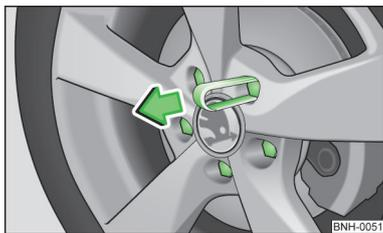

Fig. 108
- Faites glisser l'agrafe en plastique sur le capuchon jusqu'à ce que les crans intérieurs de l'agrafe s'appliquent sur le collet du capuchon et retirez le capuchon » fig. 108.